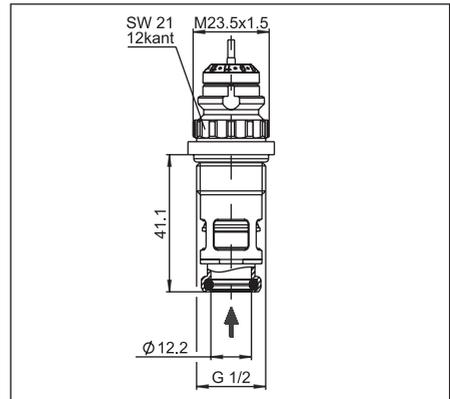

Abb. 1:
- Der Thermostatventileinsatz muss in der vorgegebenen Durchflussrichtung durchströmt werden (siehe Abb. 1).